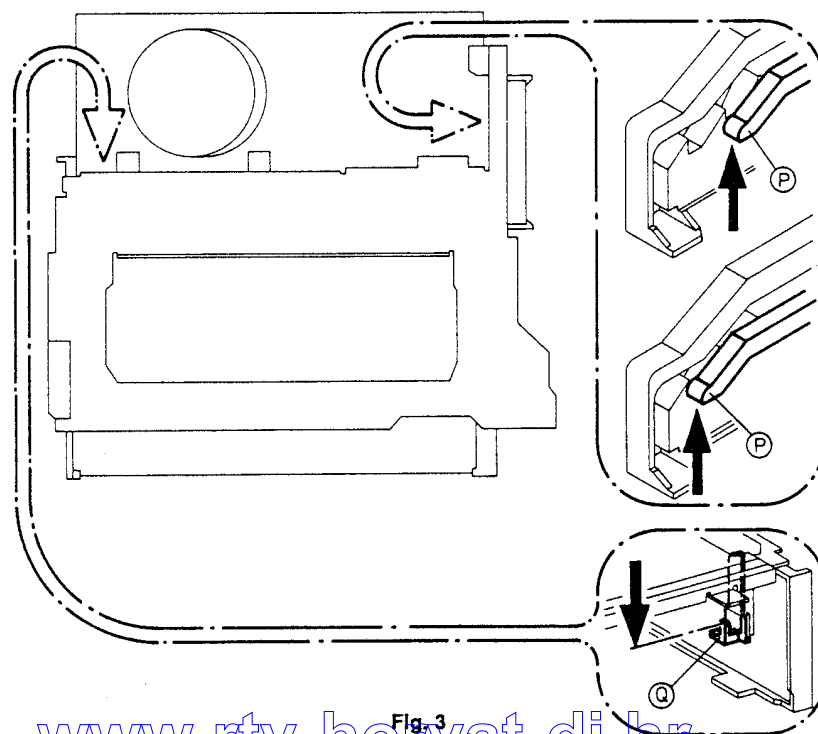

Fig. 3
- Riemenscheibe (137) ca. 3 Umdrehungen im Uhrzeigersinn drehen.
- Sicherungshebel (P) ausrasten (Fig. 3).
- Riemenscheibe (137) um eine Umdrehung weiterdrehen.
- Hebel (Q) nach unten drücken und Sicherungshebel (P) erneut ausrasten.
- Cassettenschacht durch Weiterdrehen der Riemenscheibe (137) vollständig absenken
- Rotate the drive belt pulley (137) approx. 3 revolutions in the clockwise directions.
- Release the locking lever (P) (Fig. 3).
- Rotate the drive belt pulley (137) by one more revolution.
- Push the lever (Q) down and release the locking lever (P) once again.
- Lower the cassette compartment fully by rotating the drive belt pulley (137) further in a clockwise direction.
- Ruotare la puleggia della cinghia (137) di 3 giri circa in senso orario.
- Sbloccare la leva di sicurezza (P) (fig. 3).
- Ruotare ancora di 1 giro la puleggia (137).
- Premere verso il basso la leva (Q) e sbloccare nuovamente la leva (P).
- Ruotare ulteriormente la puleggia (137) in senso orario fino ad abbassare completamente il vano cassetta.